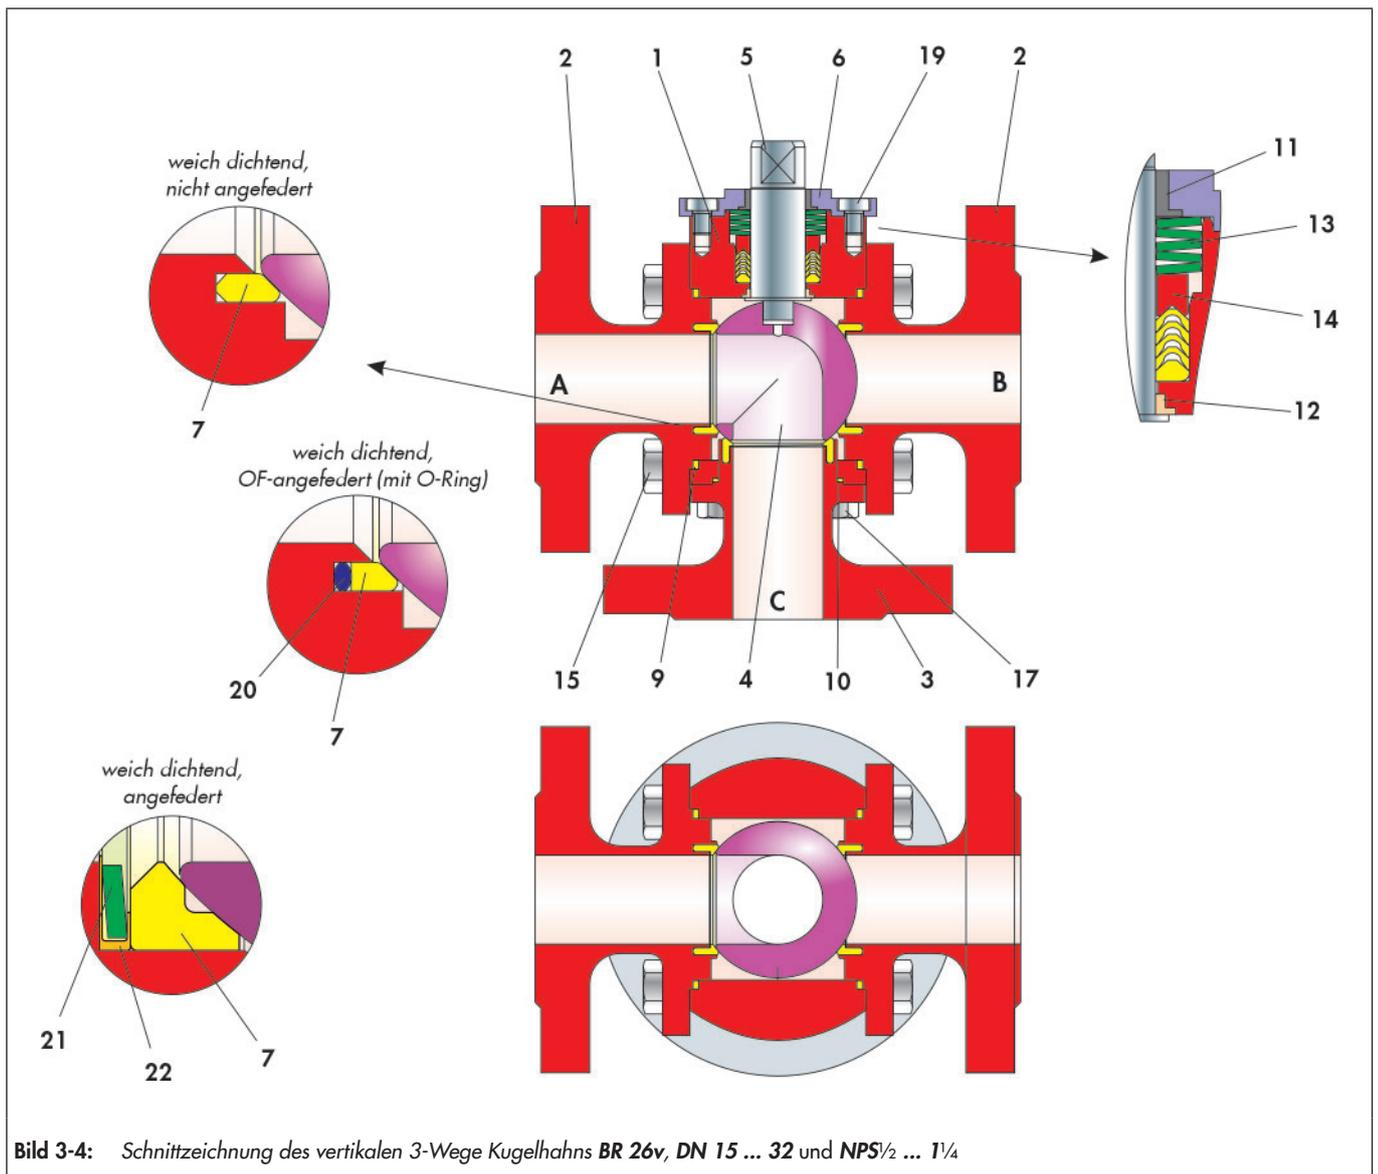

Bild 3-4: Schnitzzeichnung des vertikalen 3-Wege Kugelhahns BR 26v, DN 15 ... 32 und NPS½ ... 1¼
– Abhängig von der Ausführung können Stiftschrauben (15) mit Muttern (16) oder Schrauben (15) verbaut sein
- ⇒ Lagerbuchse (12) von innen in die entsprechende Stelle des Grundgehäuses (1) eindrücken.
- ⇒ Schaltwelle (5) durch die montierte Lagerbuchse (12) in das Gehäuse einschieben. Dabei die Schaltwelle auf Gängigkeit prüfen.
- ⇒ Dachmanschettenpackung (14) mit einer leicht drehenden Bewegung über die montierte Schaltwelle (5) schieben und in die Packungsaufnahme des Grundgehäuses (1) einlegen. Anordnung der V-Manschetten vgl. Bild 3-4.
- ⇒ Tellerfedersatz (13) auf die Dachmanschettenpackung (14) legen. Anordnung der Tellerfedern vgl. Bild 3-4.
- ⇒ Lagerbuchse (11) in den Stopfbuchsflansch (6) eindrücken.
- ⇒ Stopfbuchsflansch (6) über die Schaltwelle (5) auf das Grundgehäuse (1) aufsetzen.
- ⇒ Schrauben (19) leicht einfetten.
- ⇒ Stopfbuchsflansch mit den Schrauben (19) justieren.